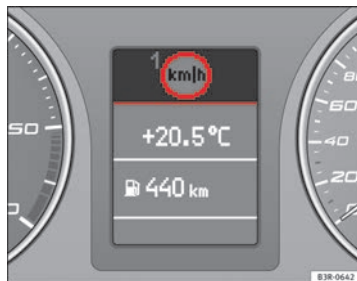

Abb. 56 Display: Geschwindigkeitswarnung
Die Geschwindigkeitswarnanlage warnt den Fahrer, wenn er eine zuvor abgespeicherte Höchstgeschwindigkeit überschreitet. Sobald die Geschwindigkeit den abgespeicherten Wert um etwa 10 km/h überschreitet, ertönt ein akustisches Warnsignal. Gleichzeitig erscheint im Display ein Warnsymbol ⇒ Abb. 56.
Das Geschwindigkeitswarnsymbol im Display  der Warnschwelle 1 ⇒ Abb. 56 erscheint beim Überschreiten der gespeicherten Höchstgeschwindigkeit. Es erlischt wieder, wenn die Geschwindigkeit unter die gespeicherte Höchstgeschwindigkeit verringert wird.
- Die CHECK-Taste so lange drücken, bis das Symbol ⇒ Abb. 56 erscheint.